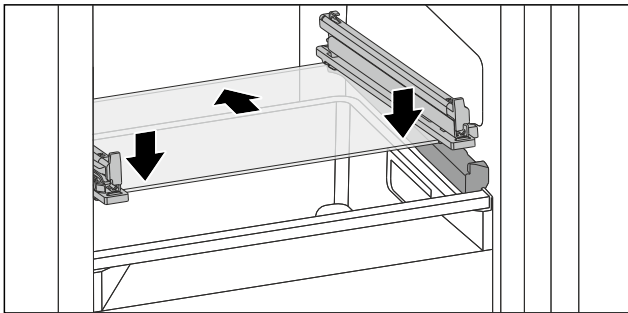

Fig. 134 Glasplatte des abklippbaren Schubfachs
- ▶ Glasplatte schräg hinter den Stoppern aufsetzen. (siehe Fig. 134)